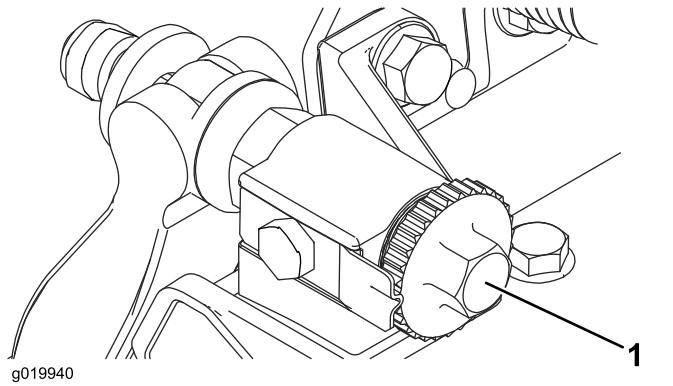

Figura 29
1. Reduzca el contacto entre el molinete y la contracuchilla girando los pomos de ajuste de la contracuchilla (Figura 29) en sentido antihorario hasta que no exista contacto alguno.